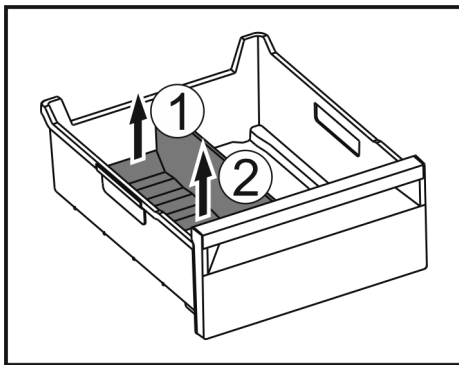

Fig. 183
- Підняти задню частину перегородки відділення для льоду. Fig. 183 (1)
- Вилучити перегородку рухом вгору. Fig. 183 (2)